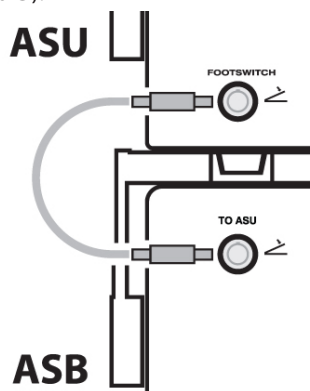

Figura 5: Ligação do cabo de interface do pedal (painéis traseiros da ASU/ASB)
4. Ligue o cabo de interface do pedal (A001466) entre as tomadas do pedal (9) nos painéis traseiros da ASU e da ASB até ouvir um clique (consulte a **Figura 5**).